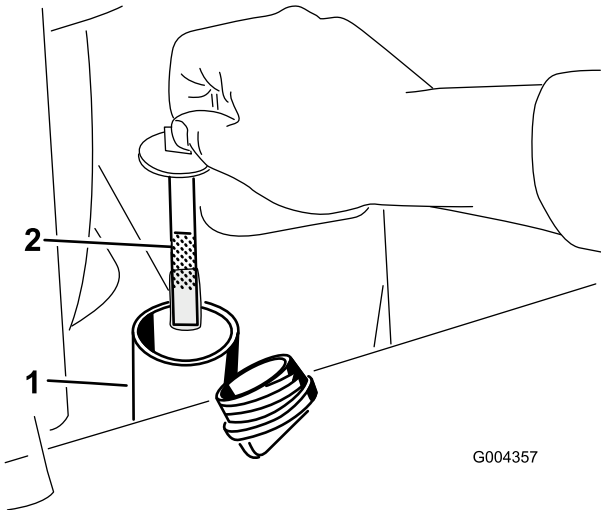

Figura 59
6. Retire el tapón del cuello de llenado y compruebe el nivel de fluido en la varilla (Figura 59).